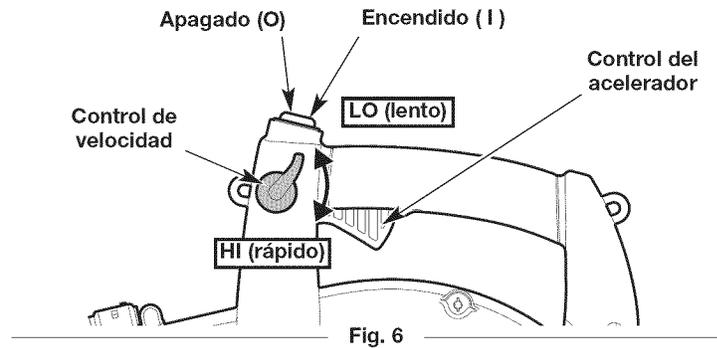
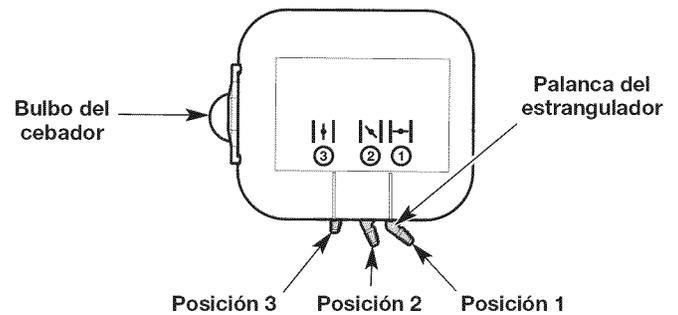

Fig. 6
Fig. 7
NOTA: No es necesario encender la unidad. El interruptor de encendido/apagado está en la posición **ENCENDIDO (1)** en todo momento (Fig. 6).
3. Presione y luego suelte el bulbo del cebador lentamente **10 veces** (Fig. 7).
4. Mueva el control de crucero a la posición **LO (lento)** (Fig. 6).
NOTA: Mantenga el control de crucero en posición **LO (lento)** y **NO** presione el control del acelerador hasta el paso 10 (Fig. 6).
5. Coloque la palanca del estrangulador en la **Posición 1** (Fig. 7).
8. **NO** apriete el control del acelerador. Coloque la palanca del estrangulador en la **Posición 2** (Fig. 7).
10. Apriete y mantenga oprimido el control del acelerador o mueva el control de crucero a la posición **HI (rápido)** (Fig. 6). Deje que el motor se caliente durante 30 a 60 segundos.
11. Siga oprimiendo el control del acelerador o mueva el control de crucero a la posición **HI (rápido)** (Fig. 6). Pase la palanca del estrangulador a la **Posición 3** (Fig. 7) y siga calentando el motor durante 60 segundos más. Se puede usar la unidad durante este período.
2. Oprima y mantenga apretado el interruptor de encendido/apagado en la posición **APAGADO (0)** hasta que el motor se pare por completo (Fig. 6).
NOTA: No es necesario encender la unidad. El interruptor de encendido/apagado está en la posición ENCENDIDO (I) en todo momento (Fig. 6).
NOTA: Mantenga el control de crucero en posición **LO (lento)** y **NO** presione el control del acelerador hasta el paso 12 (Fig. 6).
9. **NO** apriete el control del acelerador. Coloque la palanca del estrangulador en la **Posición 2** (Fig. 7).
12. Apriete y mantenga oprimido el control del acelerador o mueva el control de crucero a la posición **HI (rápido)** (Fig. 6). Deje que el motor se caliente durante 30 a 60 segundos.
13. Siga oprimiendo el control del acelerador o mueva el control de crucero a la posición **HI (rápido)** (Fig. 6). Pase la palanca del estrangulador a la **Posición 3** (Fig. 7) y siga calentando el motor durante 60 segundos más. Se puede usar la unidad durante este período.
2. Oprima y mantenga apretado el interruptor de encendido/apagado en la posición **APAGADO (O)** hasta que el motor se pare por completo (Fig. 6).
- Use el control de velocidad para facilitar la operación continua (Fig. 6).